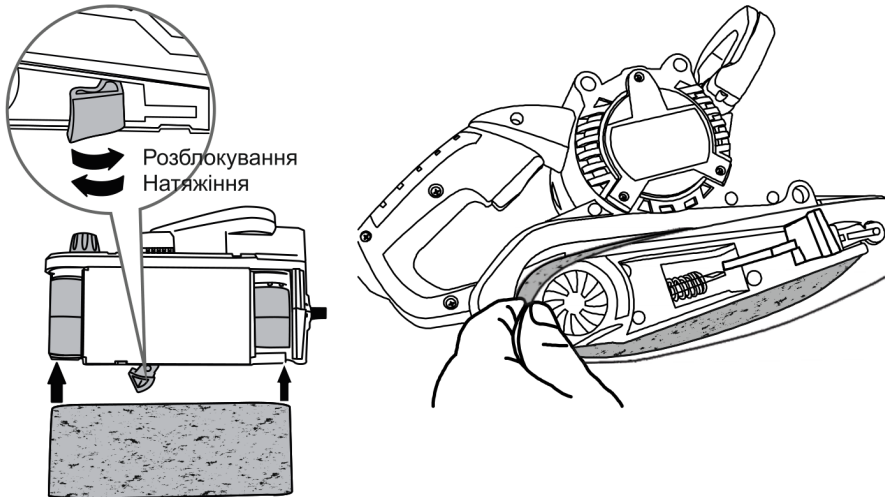

Рисунок 3. Схема встановлення/заміни абразивної стрічки.
1. Перевести важіль фіксації натягнення (9, рис. 1) навколо осі від корпусу до упору з одночасним контролем руху натяжного ролика (8, рис. 1) до привідного ролика (10, рис. 1). Одночасно натягнення встановленого кільця абразивної стрічки послабне, що дасть можливість її легко демонтувати (рис. 3).
2. Нову кільцеву абразивну стрічку необхідного розміру встановити на обидва ролики приводу (рис. 3).